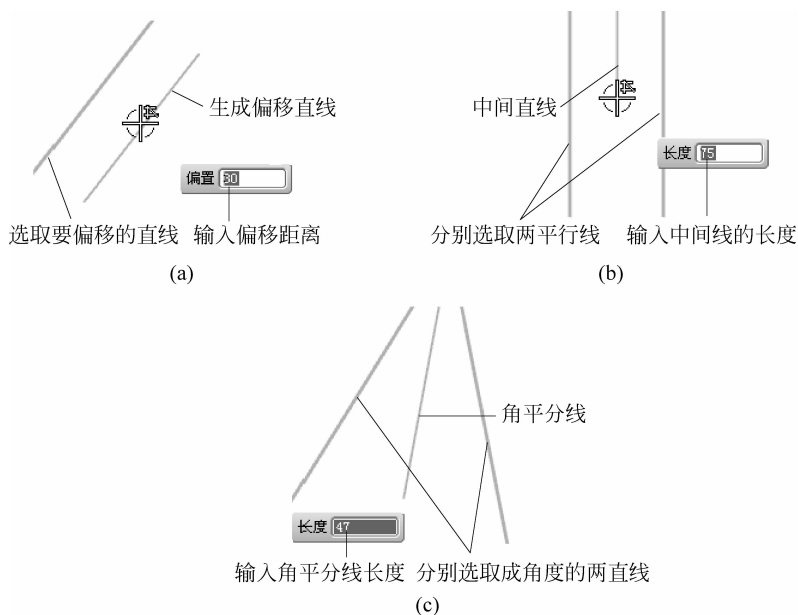

图 3-14 派生直线的操作
(1) 偏置直线：选取要偏移的直线→输入偏移距离→生成偏移直线，如图 3-14(a)所示。
(2) 创建两条平行线中间的平行线：分别选取两平行线→输入中间线的长度→生成中间直线，如图 3-14(b)所示。
(3) 创建两条不平行直线之间的角平分线：分别选取两条成角度的直线→输入角平分线长度→生成两直线角平分线，如图 3-14(c)所示。